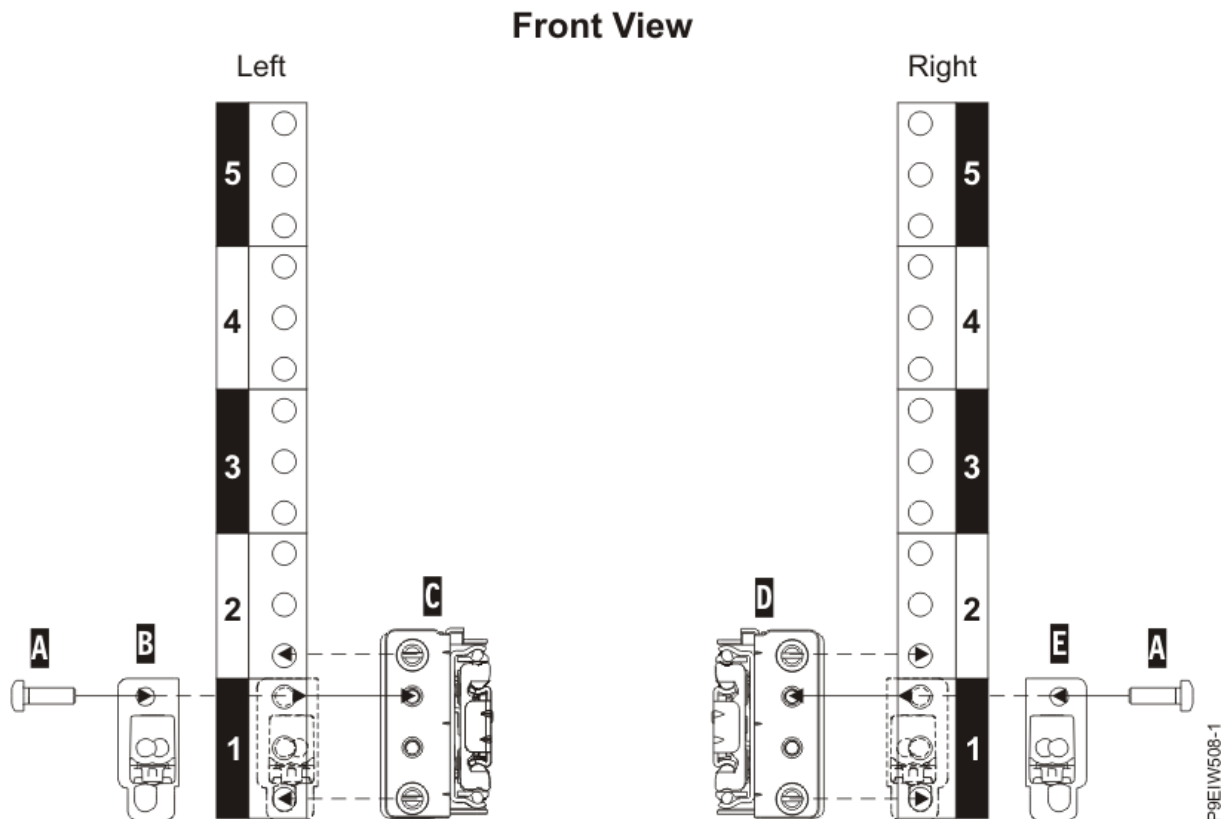

Figura 2. Conectando os trilhos deslizantes na frente do rack
2. Na frente do rack, posicione o trilho deslizante esquerdo **(C)** entre os padrões de montagem frontal e traseiro do lado esquerdo do rack EIA, conforme mostrado em Figura 2 na página 3.
5. Posicione o slam-latch bracket (**B**) para cobrir o espaço do EIA frontal do trilho deslizante, conforme mostrado em Figura 2 na página 3.
7. Repita as etapas de “1” na página 2 a “6” na página 3 para o trilho deslizante direito (**D**), conforme mostrado em Figura 2 na página 3. O trilho deslizante direito é registrado com um identificador **R** no local frontal interno.